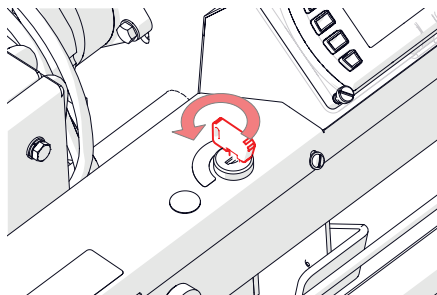

Fig. 13D - Colocación del interruptor de llave en posición de apagado
4. Para apagar la máquina, haga girar el interruptor de llave hasta la posición de apagado (Fig. 13D) y extraiga la llave.